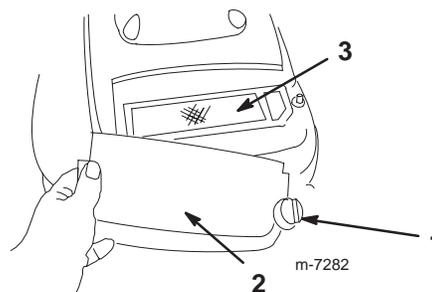

Figure 24
3. Retirez la vis de fixation du couvercle du filtre à air (Fig. 24).
4. Déposez le couvercle et nettoyez-le soigneusement (Fig. 24).